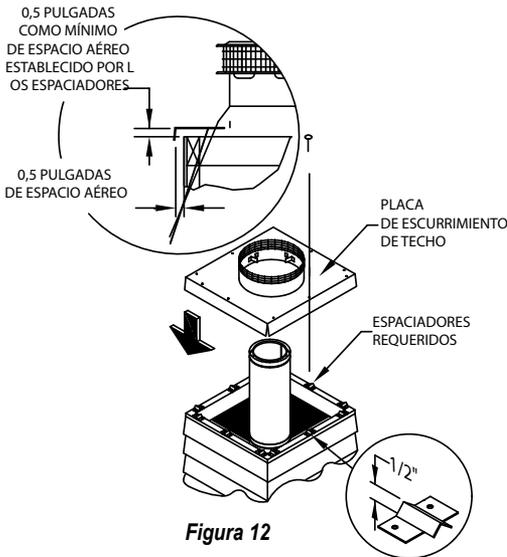

Figura 12
mantenga una holgura de 1-1/2" de la chimenea y proporciona el aire de ventilación requerido. Instale la placa superior de escurrimiento en la parte superior del compartimento con una holgura aérea mínima de 1/2" fuera de la parte superior de la construcción de dicha placa (**figuras 12, 13**). Use las pinzas espaciadoras que se proporcionan para establecer una holgura aérea de 1/2". Si la placa superior de escurrimiento no se adapta a las dimensiones del compartimento, use una sección del collar de la parte superior de dicho compartimento y extienda la base de la placa mencionada tanto como sea necesario para alcanzar las dimensiones del compartimento. Asegúrese de cumplir con el espacio mínimo de 1/2" y con los requisitos de ventilación perimetral, como se indica en la **figura 12**. Asegure la sección del collar de la parte superior del compartimento a la parte fabricada *in situ* con tornillos de chapa o remaches (**fig. 14**). Selle la sección del collar a la parte superior del compartimento con sellador impermeabilizante no endurecedor para asegurar una conexión hermética. Se permite un blindaje extra para las cubiertas de compartimento fabricadas *in situ*, tanto como sea necesario. Los espaciadores mínimos de 1/2" extra se pueden fabricar *in situ*, como se requiera, de lámina de 24 GA u otro material apto no combustible. Los soportes extra, estructurales y no combustibles se pueden fabricar *in situ* para sostener la placa superior de escurrimiento, siempre que se mantengan los requisitos de ventilación aérea. Asegure la placa superior de escurrimiento al compartimento con al menos tres (3) tornillos o clavos por lado. Una vez instalada, la parte inferior de la tapa de la chimenea debe estar 6" como mínimo por encima de la placa superior de escurrimiento del compartimento (**fig. 15**).